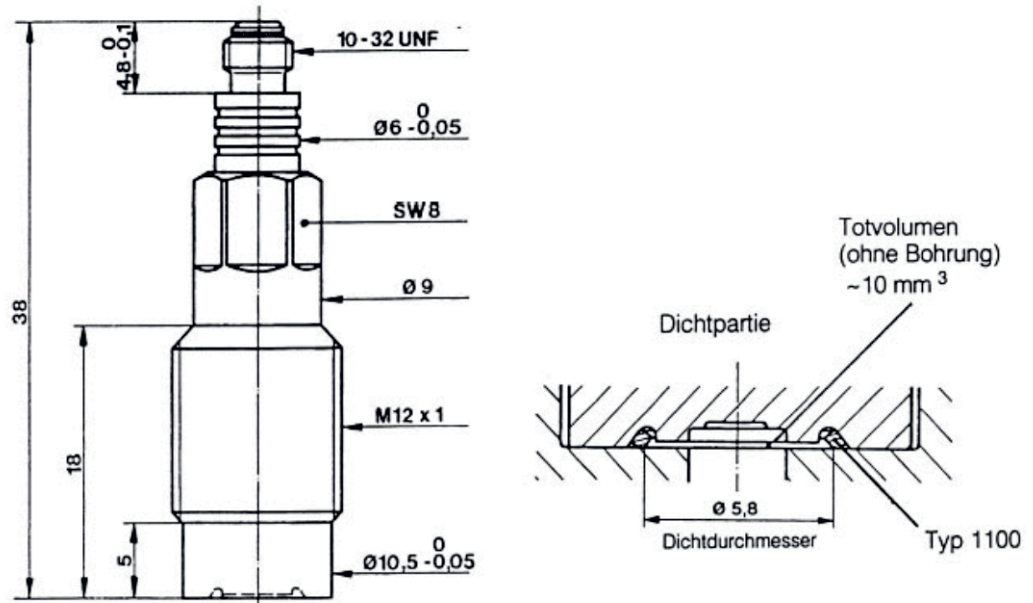

Bild 2: Abmessungen des Sensors Typ 6213B und der Dichtpartie
- Da die Dichtung an der Frontpartie (Bild 2) erfolgt, ist das durch den Einbau bedingte Totvolumen besonders klein, kleiner als bei den bekannten schulterdichtenden Hochdrucksensoren Typ 6201 ... 6211.